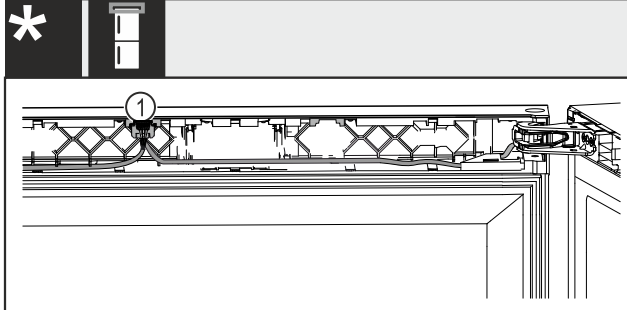

Fig. 39 Chłodziarka do wina z zamrażarką
- ▶ Podłączyć wtyczkę Fig. 39 (1) w prowadnicy.